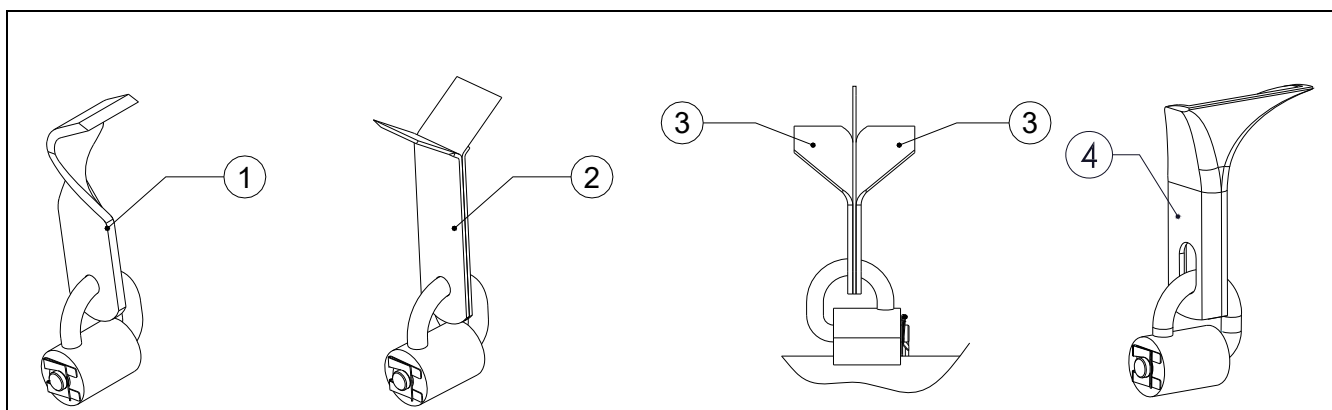

Fig.17
Les lames de scarificateur doivent toujours être utilisées avec les lames à ailettes (3) pour un bon ramassage des matériaux. (voir fig. 17)
Le Turf Tidy peut également être utilisé comme tondeuse à fléaux, 2 types de lames sont disponibles pour cette application. (voir fig. 17)